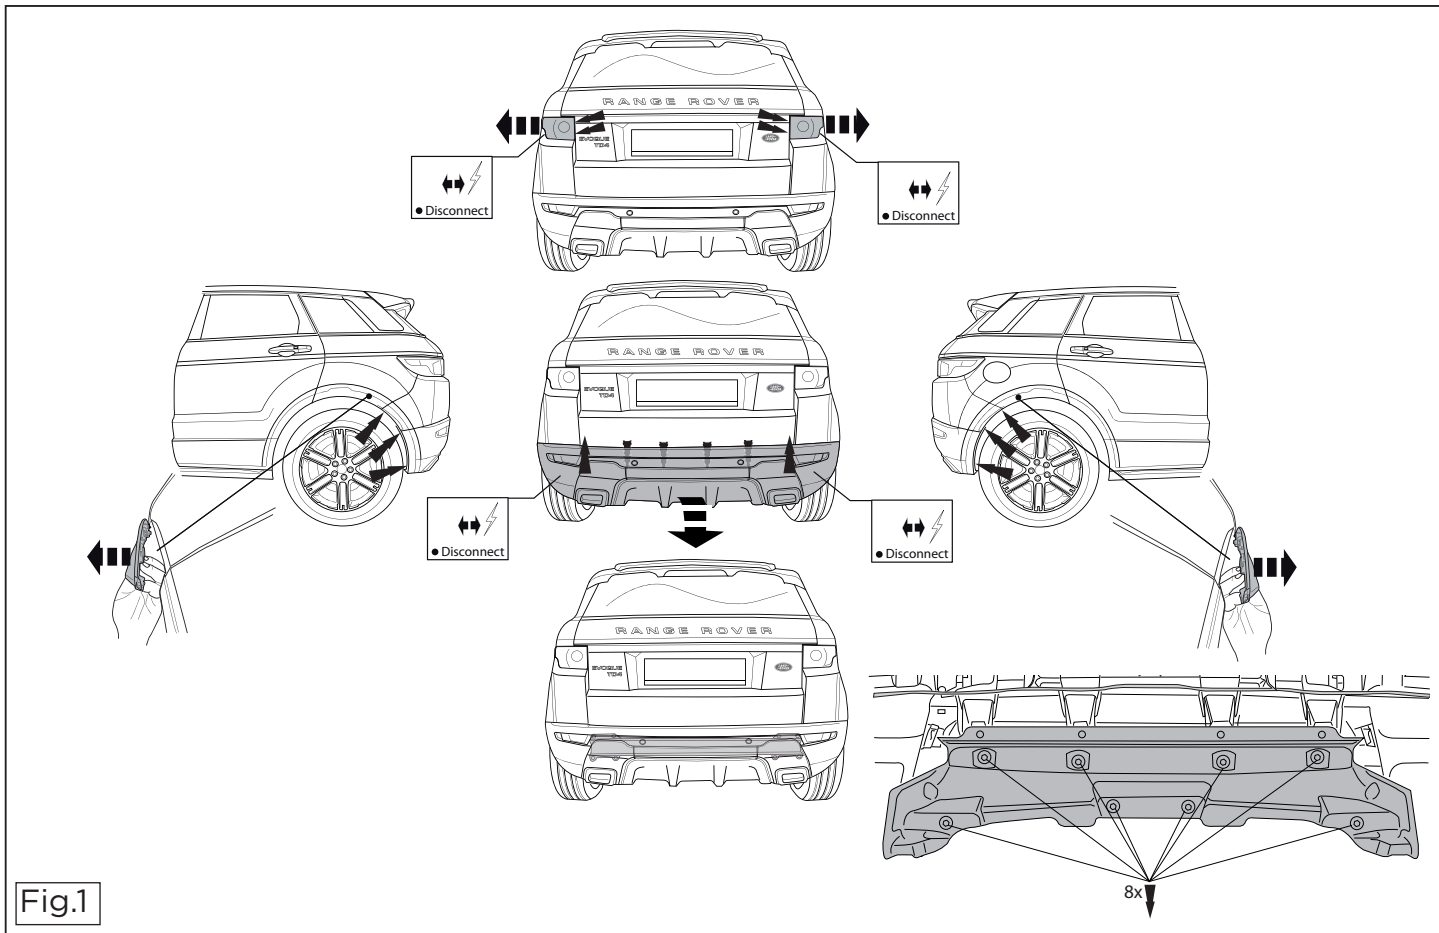

Fig.1
1. Снять оба блока задних фар. (См. рисунок 1)
2. Снять бампер. (См. рисунок 1)
10. Снять теплозащитный экран с внутренней поверхности бампера. (См. рисунок 1)